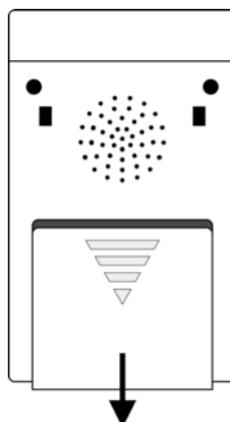

Bild 1: Batterifack
- a) På baksidan finns ett batterifack. Skjut dess lock försiktigt nedåt, så att batterifacket öppnas (se bild 1).